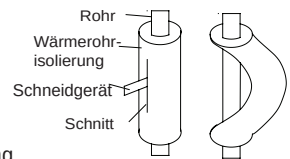

Abb.14
- (2). Biegen Sie das Rohr nicht über 90°.
- (3). Wenn die Röhre mehrmals ausgedehnt oder gebogen werden, wird der Material hart. Die Röhre können folglich nicht so einfach ausgedehnt oder gebogen werden. Biegen oder dehnen Sie die Röhre maximal dreimal.
- (4). Bevor Sie das Rohr biegen, schneiden Sie die Wärmeisolierung mittels eines Schneidgeräts ab (siehe Abb. 14) und biegen Sie das Rohr ohne Isolierung. Wenn das Rohr gebogen ist, setzen Sie die Wärmeisolierung wieder ein und befestigen Sie sie mit Klebeband.